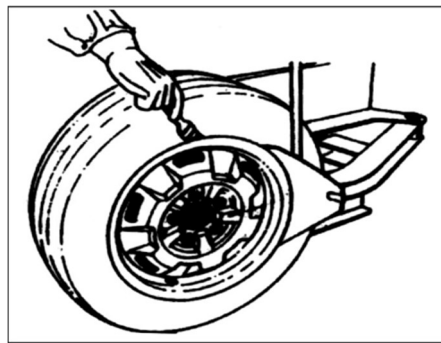

図 23
- ビードブレーキングブレードとタイヤプレスランナークログの間にタイヤを置きます(図 23)。次に、タイヤプレスペダル(図 3-12)を踏み込んで、ビードを落とします。タイヤの他の部分で同じ操作を繰り返し、ビードをリムから完全に落とします。